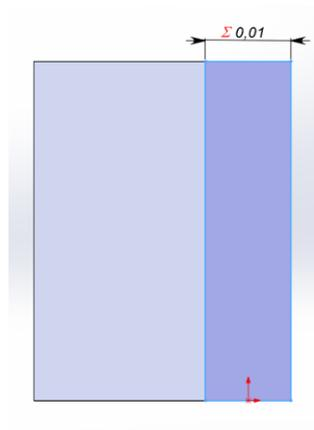
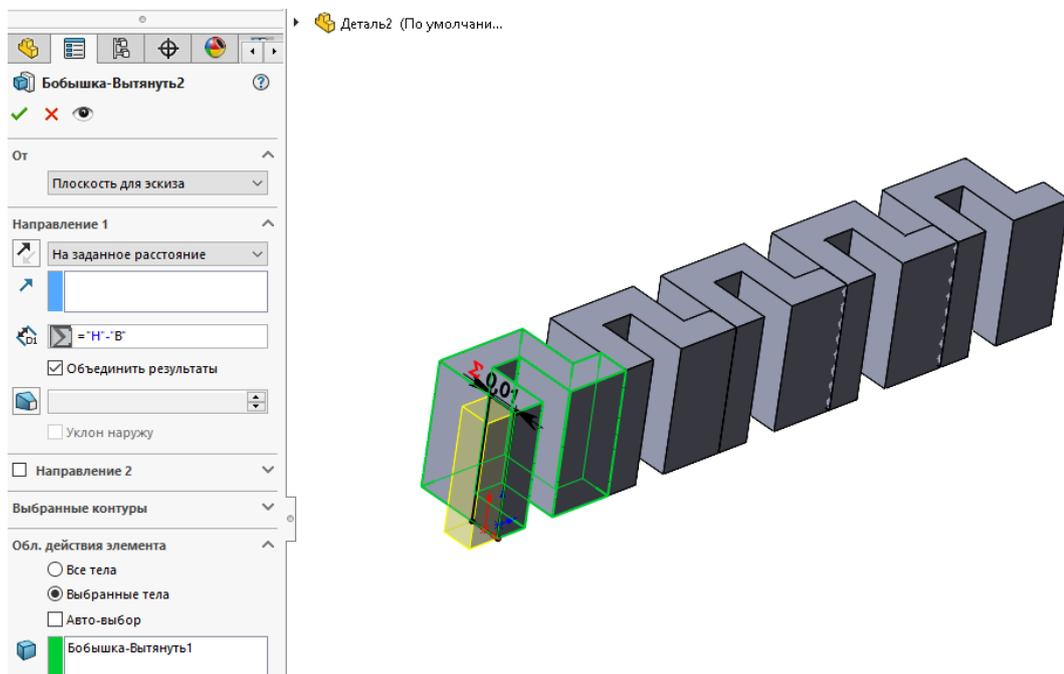

Рисунок 24 – Эскиз части звена
Рисунок 25 – Выталкивание эскиза
Нарисовать эскиз части звена (рисунок 24).
6. Далее эскиз (рисунок 24) необходимо вытолкнуть на параметр Н-В (рисунок 25).